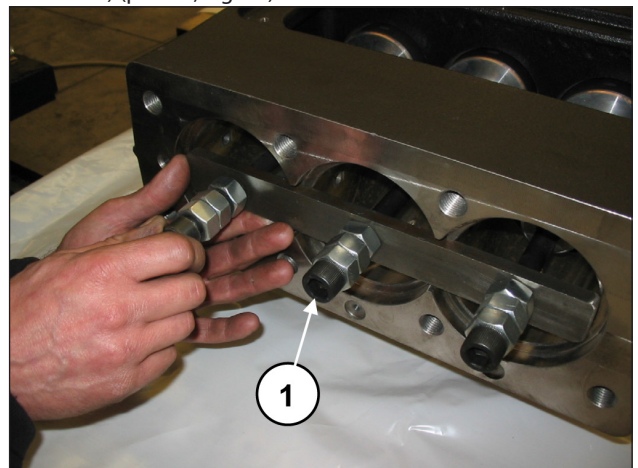

Fig. 38
Avance as semi-hastes na direção da parte hidráulica e bloqueie-as, mediante o uso da ferramenta adequada (cód. 27566200) (pos. ①, Fig. 38).